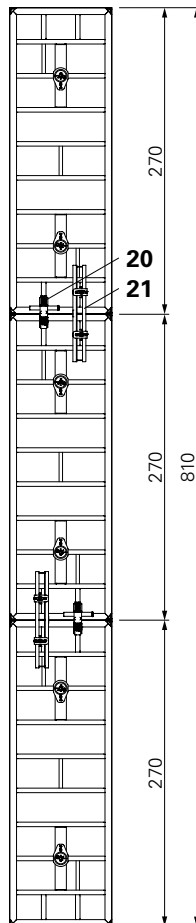
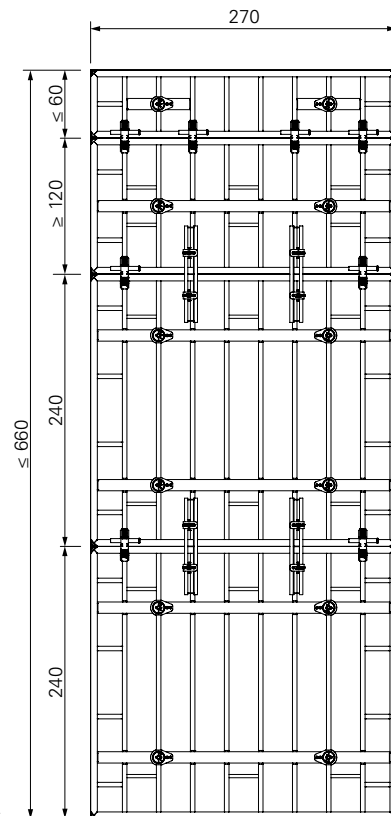

Fig. B11.03a
Fig. B11.03c
- H = 8,10 m (Fig. B11.03a + B11.03b)
- Sur le joint de panneau 270 – 270, poser les pinces BFD (20) et la filière de compensation MAR 85 (21).
- Sur le joint de panneau 270 – 60, poser les pinces BFD (20).
- Sur les joints de panneaux 240 – 240 et 240 – 120, poser les pinces BFD (20) et la filière de compensation MAR 85 (21).
- Sur le joint de panneau 120 – 60, poser les pinces BFD (20).
- (Fig. B11.03c)